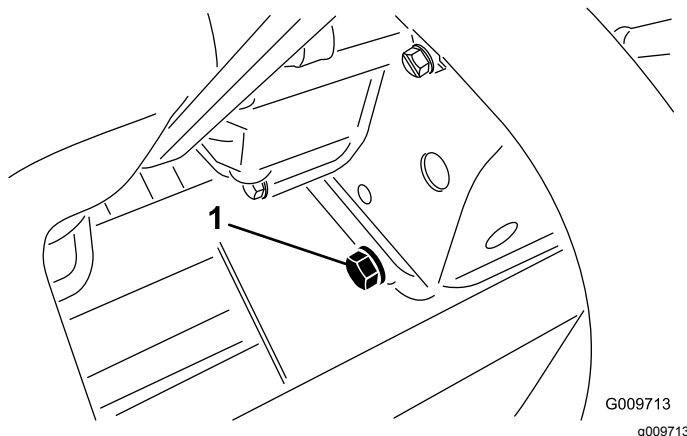

Figura 36
1. Retire el tapón de vaciado trasero (Figura 36) y deje fluir el aceite a un recipiente apropiado. Cuando el aceite deje de fluir, coloque el tapón de vaciado.